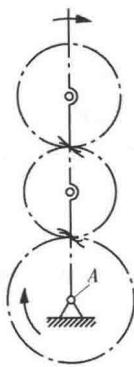

图 1-2-16 差动轮系
(8) 图 1-2-16 中，A 处为机架、杆、齿轮三构件汇交的复合铰链。则该机构的自由度为